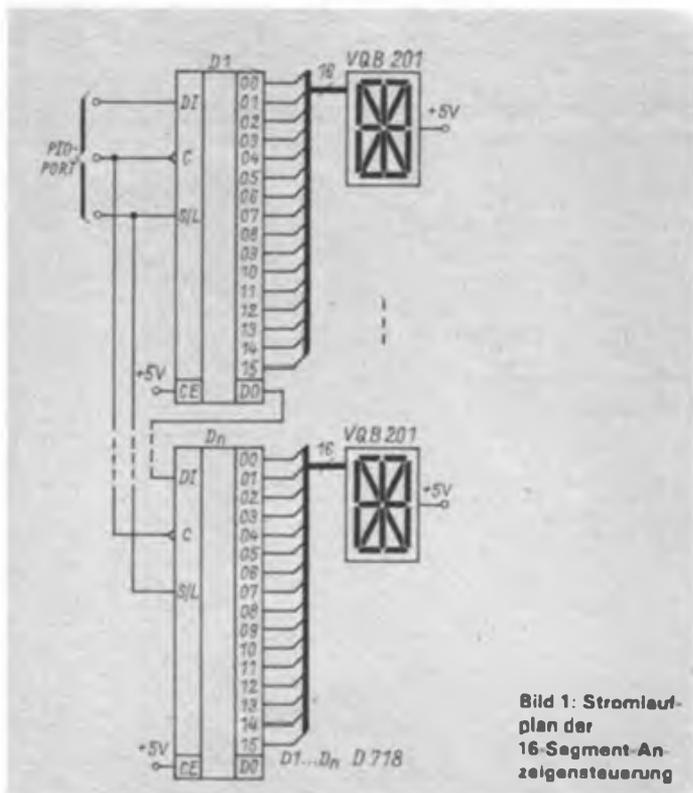

Bild 1: Stromlaufplan der 16-Segment-Anzeigensteuerung
ler enthält zwei Dioden, die eine Übertragungsfrequenz von einigen Megahertz ermöglichen [1]. Diese Frequenzgrenze erreicht man aber nur, wenn hohe Frequenzen in den Verstärkern stark „bevorzugt“ werden. Dem dienen C1, C3 und C4 (Bild 1). An anderen Stellen sind Kondensatoren dagegen höchst unerwünscht, vor allem im Übertragungsweg des BAS-Signals.
• Bild 1 Galvanische Trennung des BAS-Signals, die Wicklungen müssen gegeneinander auf 1,5 kV geprüft sein